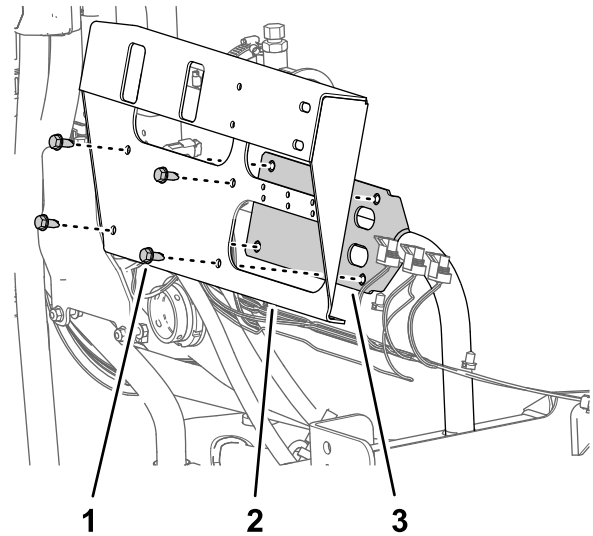

Figura 73
3. Rimuovete le 4 viti a testa flangiata (5/16" x 3/4") che fissano la staffa della valvola di sezione dal supporto della valvola e rimuovete la staffa della valvola dalla macchina (Figura 73).